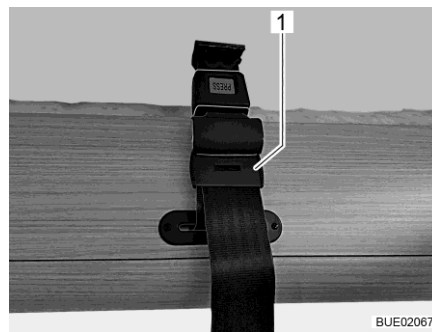
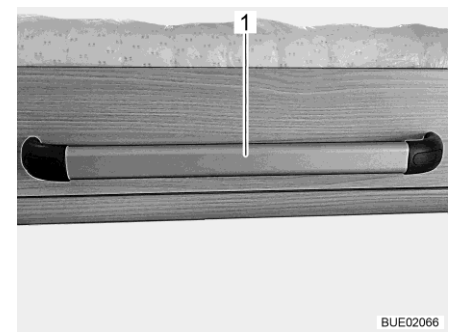

Bild 136 Sicherungsgurt am Hubbett
Bild 137 Griff am Hubbett (Lyseo Time I)
- Hubbett mit Sicherungsgurten: Sicherungsgurte (Bild 136,1) lösen und Hubbett am Griff (Bild 137,1) nach unten ziehen.
- Hubbett mit Sicherungsgurten: Hubbett am Griff (Bild 137,1) nach oben drücken. Hubbett mit beiden Sicherungsgurten (Bild 136,1) rechts und links sichern.